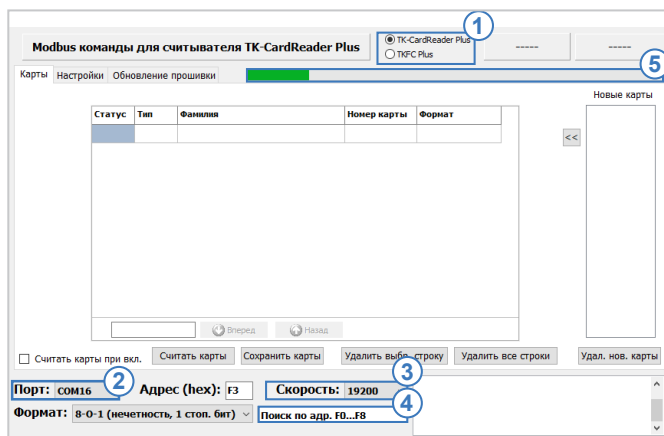

Рис.15. Поиск по адресам от 00 до FF
- выбрать тип устройства по которому будет выполнен поиск (**Рис.15, п.1**);
- в конфигураторе выбрать COM-порт к которому подключен считыватель (**Рис.15, п.2**). Посмотреть порт устройства можно в Диспетчере устройств системы;
- выбрать скорость, на которую настроена шина RS-485 считывателя (**Рис.15, п.3**);
- выбрать диапазон адресов – Поиск по всем адресам (**Рис.15, п.4**).
- после этого программа выполнит поиск подключенного устройства в диапазоне адресов 00 – FF для заданной скорости обмена, затем выполнит подключение к первому найденному устройству и считывает настройки. Состояние выполнения поиска отображается в верхней части окна программы (**Рис.15, п.5**);